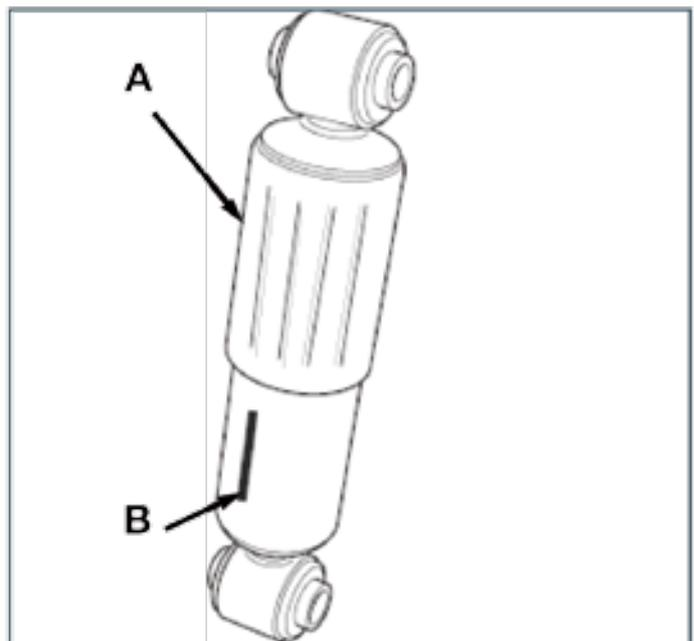

Abb. 4.12a
1. KONI-Einheiten mit einer Kunststoffummantelung **A** und Ausrichtmarkierung **B** (Abb. 4.12a).
ANMERKUNG: Trotz gleicher Montageposition ist es wichtig, dass der Koni-Stoßdämpfer in korrekter Ausrichtung montiert wird und sich die Streifenmarkierung (Abb. 4.12a) beim Einbau an der Unterseite befindet.